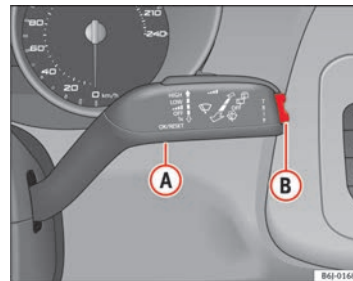

Abb. 35 Scheibenwischer- und Scheibenwaschhebel: Taste A und Wipptaste B
In der Multifunktionsanzeige (MFA) kann durch Betätigen der Wipptaste ⇒ Abb. 35 (B) am Scheibenwischerhebel zwischen folgenden Anzeigen gewechselt werden: